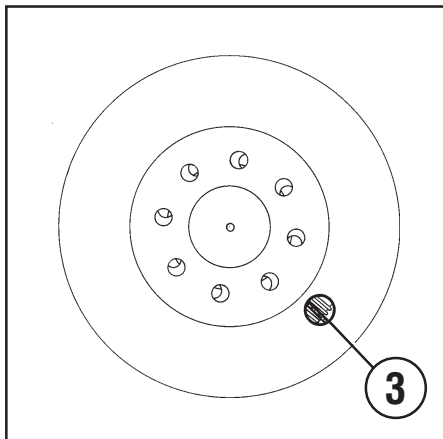

Fig. 52
- Drej det hjulet manuelt (3 Fig. 52) for at justere bremseåget.